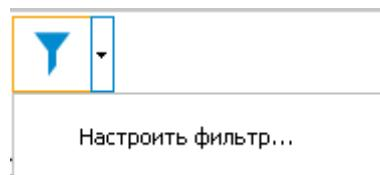

Рис. 177
2. Выберите команду **Настроить фильтр** (Рис. 177).